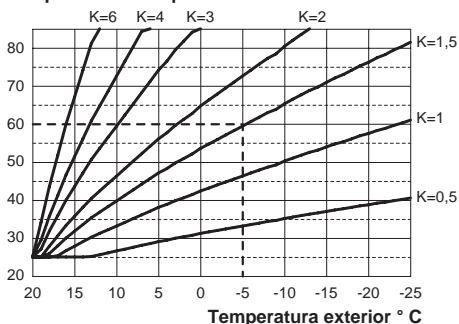

Figura 5.28
Si la caldera **TIENE CONECTADO** el control remoto (opcional), consulte la Figura 5.28.
Cuando se instala la sonda externa, es necesario ajustar este parámetro en función del rendimiento de la instalación de calefacción para optimizar la temperatura de impulsión (Figura 5.28).
Ej.: para obtener una temperatura de impulsión a la instalación de calefacción de 60 °C con una temperatura exterior de -5 °C, se debe definir un K de 1,5 (línea discontinua en la Figura 5.28).
- Utilizando los botones 10 o 11 se puede modificar el valor del parámetro 15 desde un mínimo de **01** hasta un máximo de **60** en función de la curva elegida para el coeficiente K en la Figura 5.28 (el valor que aparece en el display equivale a valores decimales de coeficientes K).